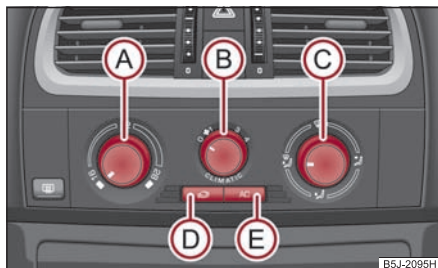

Fig. 116 Climatice: Elementele de comandă
Instalația de climatizare funcționează numai când tasta  ⇒ pagina 93, fig. 116  este apăsată și se îndeplinesc următoarele condiții:
- Rotiți regulatorul rotativ (A) ⇒ fig. 116 spre dreapta pentru a mări temperatura.
- Rotiți regulatorul rotativ (A) spre stânga pentru a reduce temperatura.